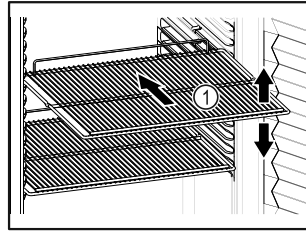

Fig. 61 Esimerkkikuva
- Sovita siirrettävät ritilätasot Fig. 61 (1) korkeuden mukaan.